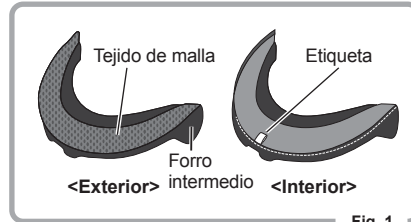

Fig. 1
1. Consulte (Fig. 1) para distinguir el exterior del interior.